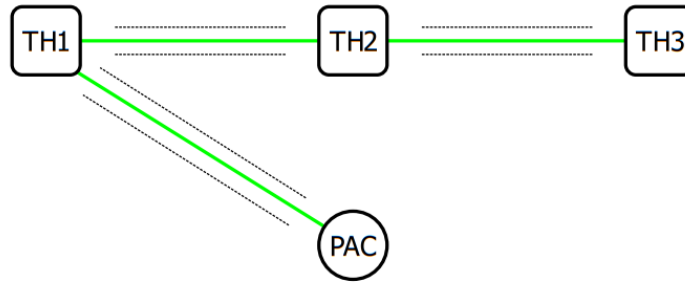
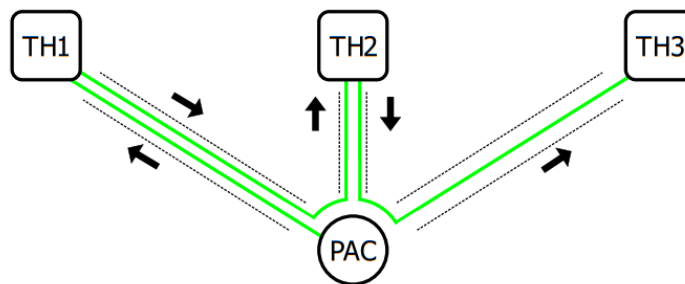

Figure 1
Figure 3
Dans la plupart des constructions, des gaines électriques sont prévues de la PAC à chaque thermostat mais pas entre les différents thermostats (voir figure 1). Pour parer à cela il suffit de câbler des aller-retours entre les TH-Tune et la PAC (voir figure 3).
- Préconisations de section de câble : - Bus 3 fils : 3 x 0,25 mm² - 0,75 mm² (6x si aller-retour, voir figure 3)